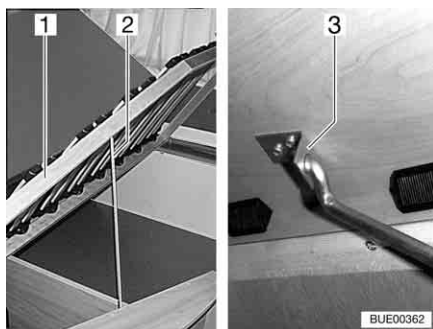

Fig. 64 Lit fixe
- Soulever le sommier à lattes (Fig. 64,1), détacher la tige (Fig. 64,2) de l'ancrage et l'insérer dans le trou du support (Fig. 64,3).
- Soulever le sommier à lattes (Fig. 64,1), détacher la tige (Fig. 64,2) du support (Fig. 64,3) et l'insérer dans l'ancrage.